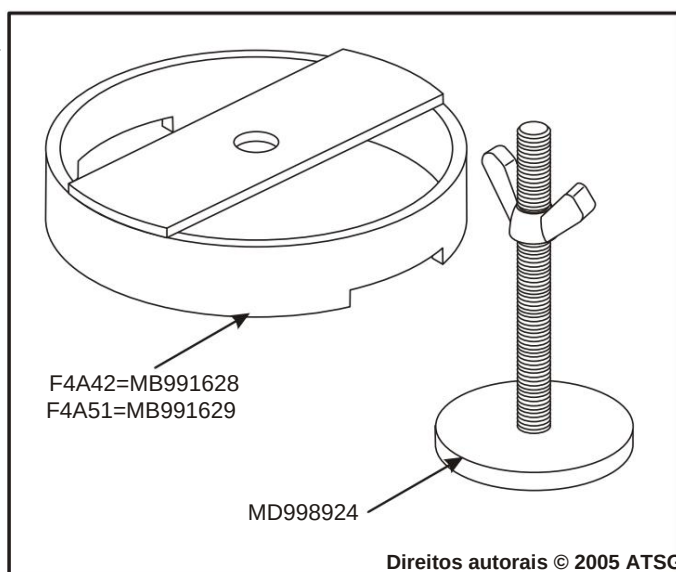

Figura 85
18. Instale as ferramentas de compressão da embreagem conforme mostrado na Figura 85 e 86.